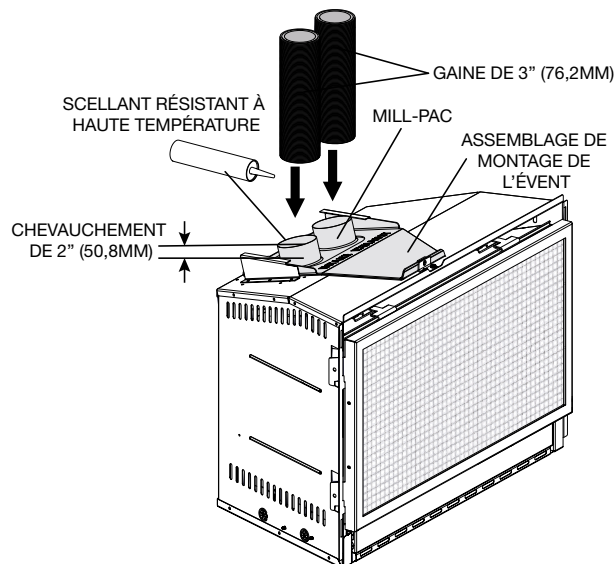

Fig. 2
3. **À L'INTÉRIEUR :** Retirez la vis de fixation du devant de la plaque de support des événements. Engagez seulement la plaque de support des événements dans la glissière et tirez-la jusqu'au support de fixation à l'avant. Installez la plaque coulissante de la même façon. Réinstallez la vis de fixation. Vous pouvez à présent installer l'encasté dans son emplacement définitif à l'intérieur de l'appareil de chauffage au bois, avec la vis de fixation bien serrée de façon à ce que la plaque coulissante soit solidement fixée au support de fixation (**Fig. 2**).